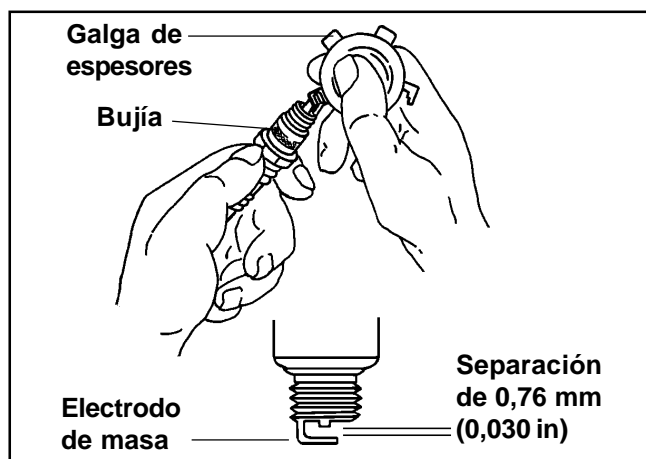

Figura 7-1. Mantenimiento de la bujía.
3. Compruebe la separación de electrodos con una galga de espesores. Ajuste la separación doblando con cuidado el electrodo de masa. Separación de **0,76 mm (0,030 in)**. Ver Figura 7-1.